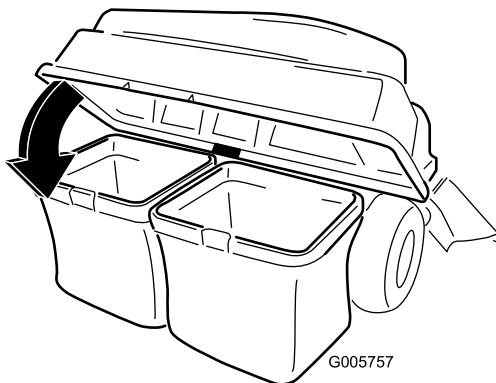

Figure 13
6. Abaissez le couvercle du collecteur sur le bac (Figure 13).